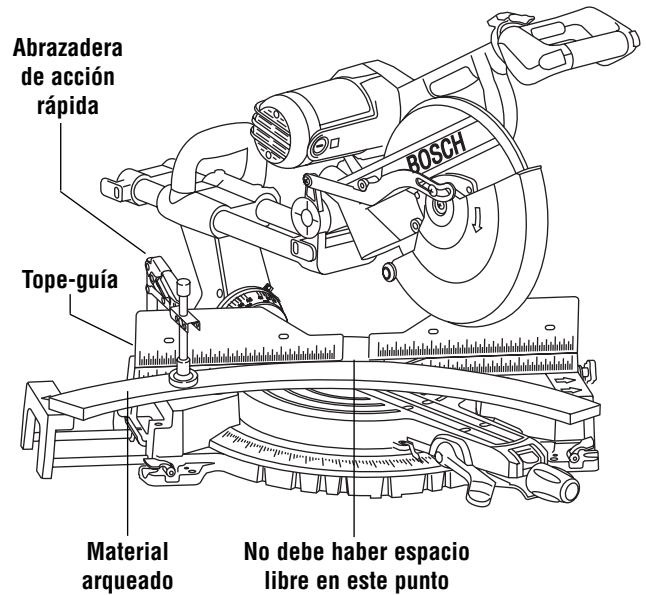

Figura 37. Material arqueado
**ADVERTENCIA** Si la pieza de trabajo está arqueada o combada, fjela con abrazadera con la cara exterior arqueada orientada hacia el tope-guía. Asegúrese siempre de que no haya espacio libre entre la pieza de trabajo, el tope-guía y la mesa a lo largo de la línea de corte. Las piezas de trabajo dobladas o combadas pueden torcerse u oscilar y pueden causar atasco en la hoja de sierra que gira durante el corte (Figura 37).